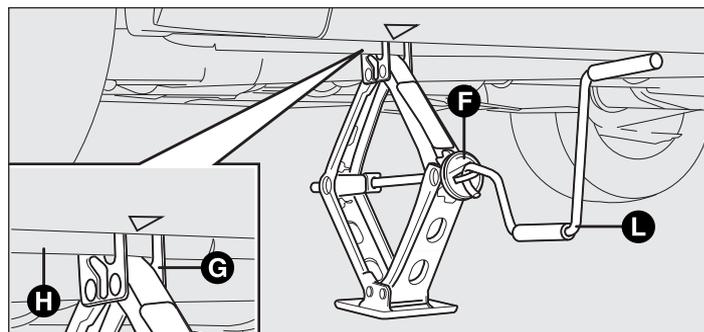

fig. 153
- ❑ actionner le dispositif F-fig. 153 de manière à détendre le cric, jusqu'à ce que la partie supérieure du cric G-fig. 153 s'engage correctement à l'intérieur du dispositif de retenue H-fig. 153 ;
- ❑ introduire la manivelle L-fig. 153 pour pouvoir actionner le cric et soulever le véhicule, jusqu'à ce que la roue se soulève du sol de quelques centimètres ;
- actionner la manivelle L-fig. 153 du cric de manière à baisser la voiture et enlever le cric ;